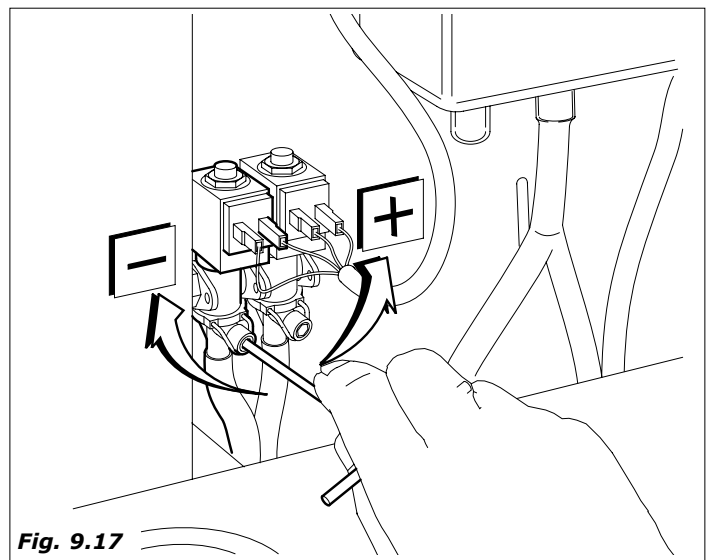

Fig. 9.17
- Para obtener un buen caudal en la batidora, abrir el tornillo de la electroválvula (Fig.9.17).